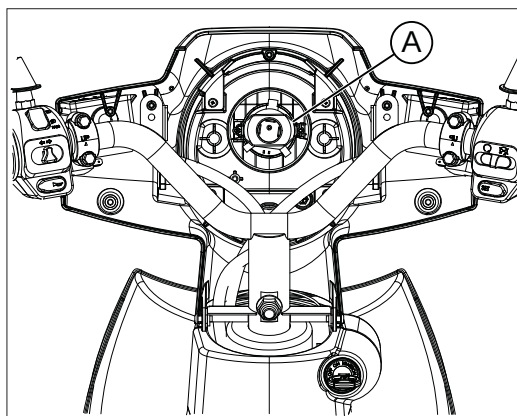

fig. 5
- agire sulle mollette di ritegno A fig. 5;
- montare in sede il portalamпада completo e fissarlo con la molletta di ritegno A fig. 5;